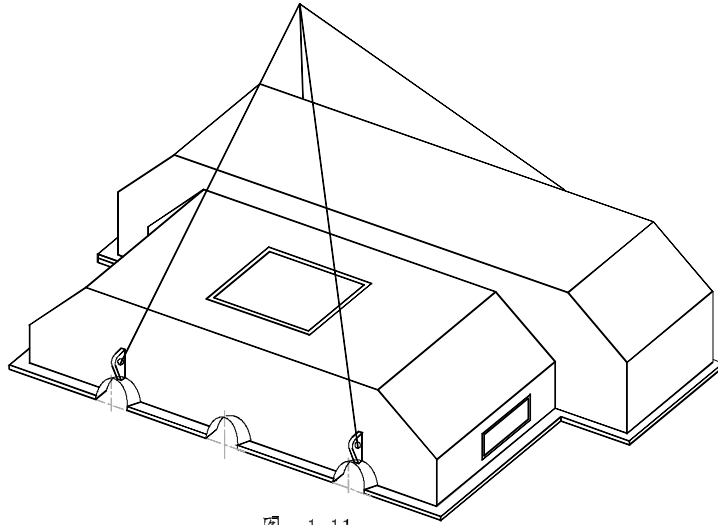
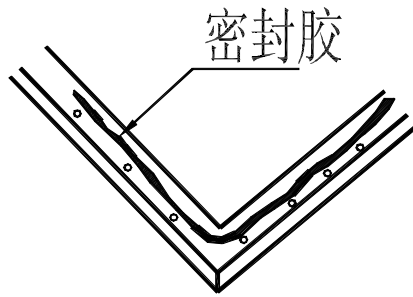

图 1-11
图 1-12
3.4.1 仔细检查并清除上箱体上结合面的锈斑和碰痕，清洗干净后按图 1-11 水平吊起，轻轻安放到下箱体上。打好定位销，拧紧靠近座孔处螺栓。待串油清洗完毕，拆除各油管法兰进口处的滤网并空负荷试车后按图 1-12 在下箱体接合面板上的螺孔内侧涂上密封胶，仔细地落下上箱体，不要碰撞齿轮，在下箱体上就位，装上定位销，拧紧所有螺栓。